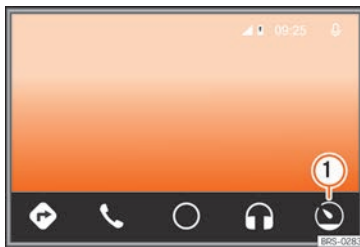

Fig. 221 Android Auto™ Menu
- On the Android Auto™ service press **»» Fig. 221 ①**.